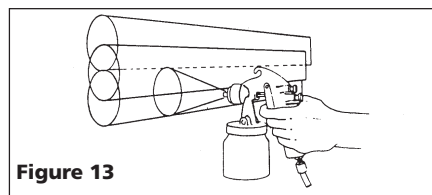

Figure 13
4. Chevaucher les coups juste assez pour obtenir une couche égale. (Voir Figure 13).